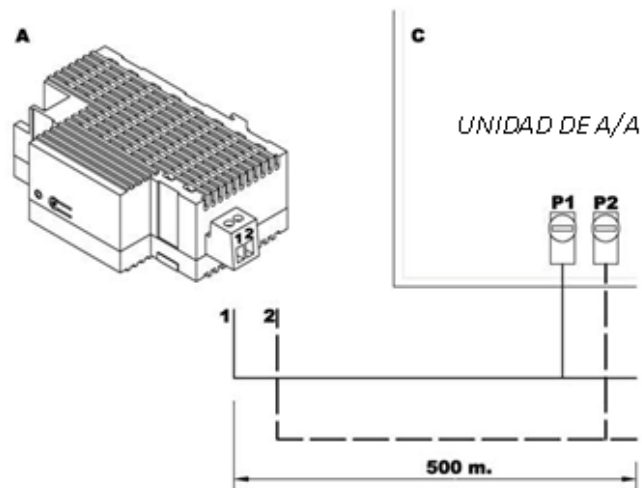

Figura 1.3. Conexión KLIC-DI a bus P1/P2
El interfaz KLIC-DI se conecta al bus KNX a través de los terminales de conexión incorporados (1). Por otra parte, se conecta a la placa PCB de la máquina de aire acondicionado (conectores P1/P2) mediante un cable de 2 hilos. Ver figura 1.3.